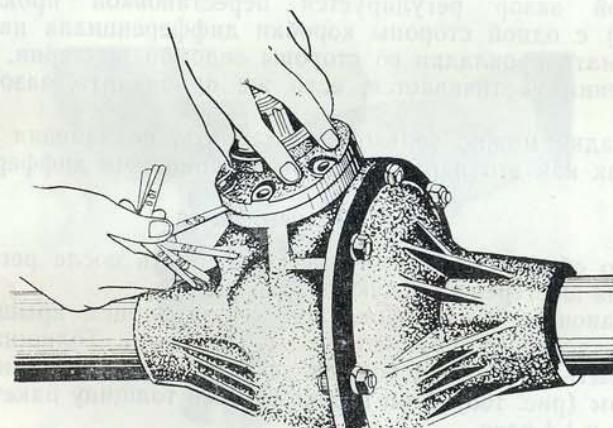

Рис. 163. Замер зазора между крышкой подшипника и картером для подбора прокладок
1. Установить пакет прокладок между торцем крышки конического сдвоенного подшипника и картером. Толщина пакета должна быть в 1,3 раза больше зазора между торцами крышки и картером (рис. 163). При необходимости толщину пакета можно увеличить в 1,4 раза.